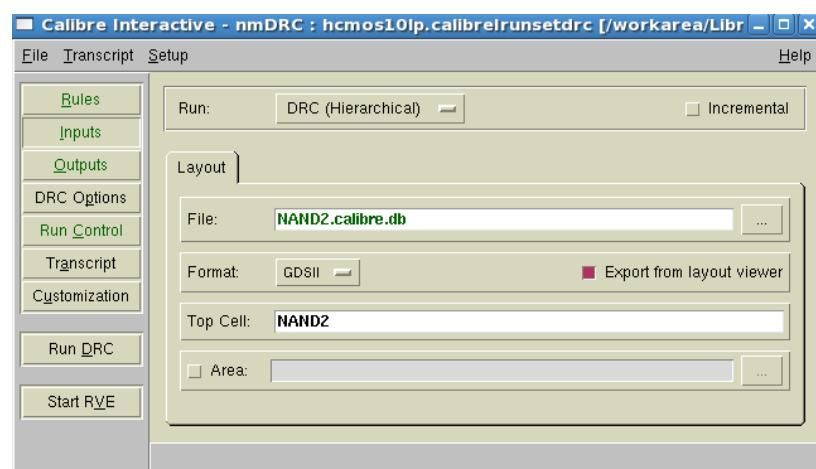

Рис. 8.7. Вкладка для указания основных параметров DRC-проверки.
6. На вкладках “Inputs”, “Outputs”, “DRC Options” (вкладка доступна после выбора пункта меню *Setup->DRC Options*) задать все необходимые параметры для DRC-проверки: имя ячейки верхнего уровня, имена файлов отчетов, максимальное количество выводимых ошибок и т.д. (рис. 8.7).